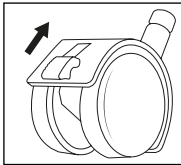

Fig. 5
- ◆ Pour simplifier le transport de l'appareil, ce dernier est doté de quatre roulettes **10/11**. Desserrez les leviers sur les deux roulettes avec leviers de blocage **11** en poussant les levier vers le haut (voir figure 5). L'appareil se laisse maintenant déplacer confortablement.